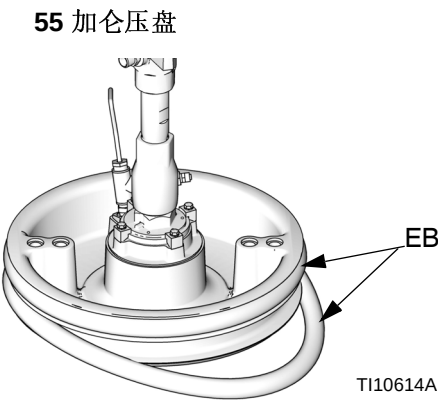

图 34
- 1. 使用木质或塑料工具以防损坏刮环 (EB)，清洗掉密封槽上的所有涂料。
- 2. 从底部开始操作，将一根刮环 (EB) 弯出压盘 (AD) 背面。参见图 34。
- 3. 将刮环 (EB) 插入顶槽中，让刮环前部进入槽中。
- 4. 如果使用 55 加仑的压盘，则将第二个刮环 (EB) 插入下部凹槽，然后将刮环的前部插入凹槽中。